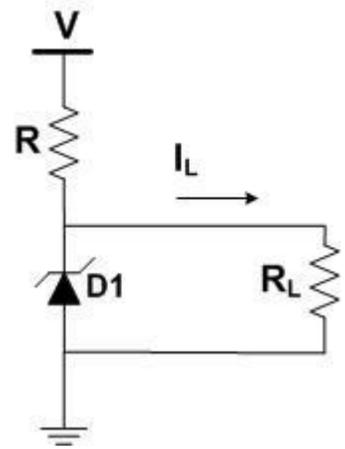

Figura 3
4. O regulador paralelo ao diodo zener do circuito da figura 3 irá